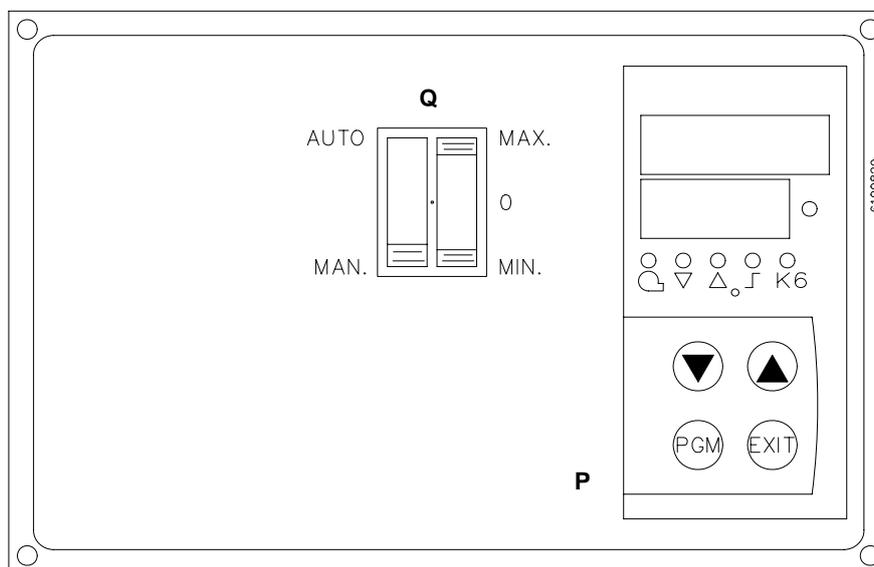

Рис. 41 - Модулирующие горелки
- 1 Нажмите на 5 секунд кнопку EXIT на модуляторе (Рис. 41); Когда включится светодиод с символом руки, при помощи стрелки постепенно приведите сервопривод в положение максимального открытия, останавливая его ход у каждого винта V, регулируя тот, который находится у подшипника, для регулирования расхода воздуха.